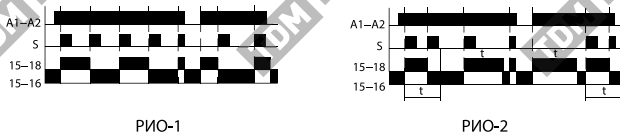

Рисунок 3. Схемы работы реле
6.1. При замыкании кнопочного выключателя, подключенного к реле, происходит подача на него управляющего сигнала (импульса) S. При этом происходит переключение управляющего контакта реле 18–15–16 с нормально замкнутого контакта 15–16 на контакт 15–18, загорается красный индикатор на лицевой панели реле (рисунок 3).
6.2. При повторном замыкании выключателя или замыкании другого выключателя, подключенного к реле, происходит подача повторного импульса S и размыкание контактов 15–18, индикатор красного цвета гаснет (рисунок 3).
ного нажатия выключателя и поступления повторного управляющего сигнала S, то произойдет автоматическое отключение реле через время t (рисунок 3).